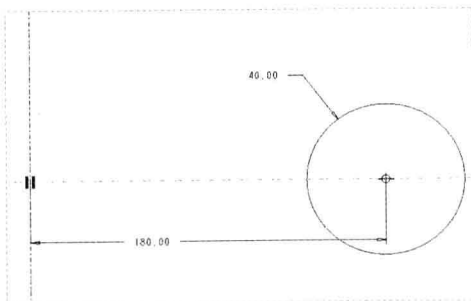

图 5-55 绘制截面 1
Step 03 弹出“草绘”对话框，选取 FRONT 平面作为草绘平面，接受默认的草绘视图方向和参考，单击“草绘”按钮，进入草绘环境，单击“草绘”选项卡中的相应按钮，绘制截面，如图 5-55 所示。